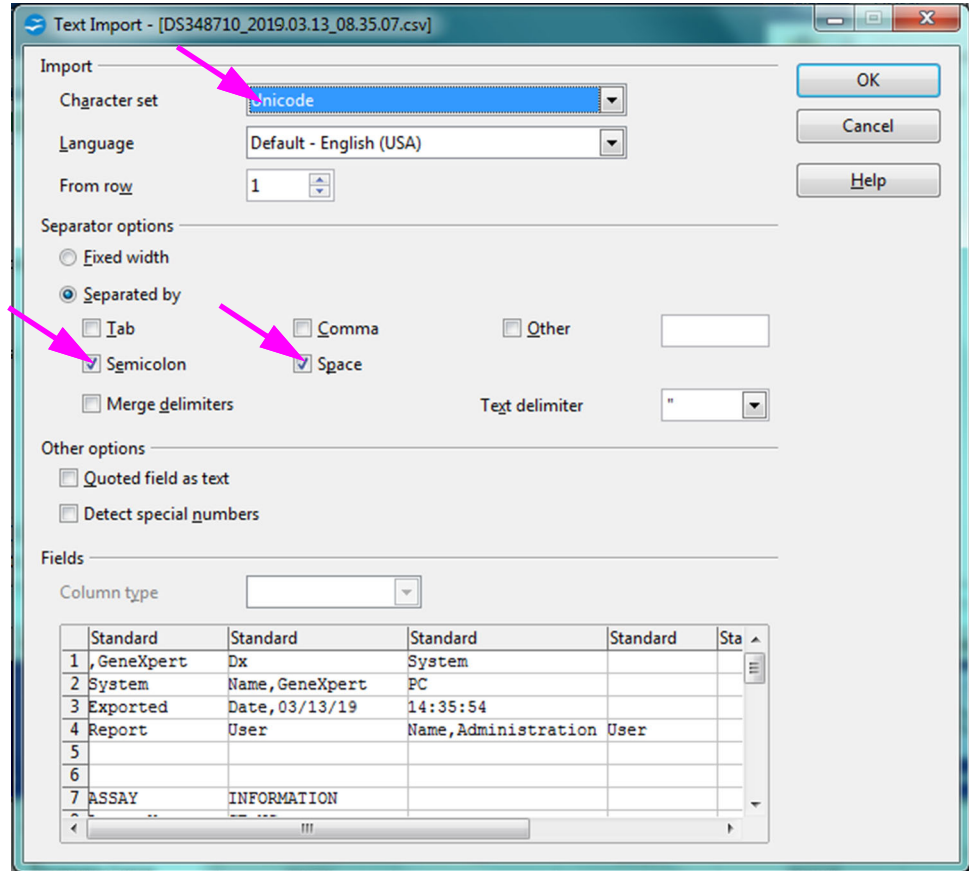

Figura D-3. Ecranul Importare text, care afișează setările implicite
3. Faceți clic pe **Înainte (Next)**. Când apare ecranul nou, introduceți informațiile solicitate (nume și inițiale) și faceți clic pe **Terminare (Finish)**. Apare ecranul Importare text (Text Import). Consultați Figura D-3.
4. Pe ecranul Importare text (Text Import) implicit (consultați Figura D-3), debifați **Punct și virgulă (Semicolon)** și **Spațiu (Space)**.